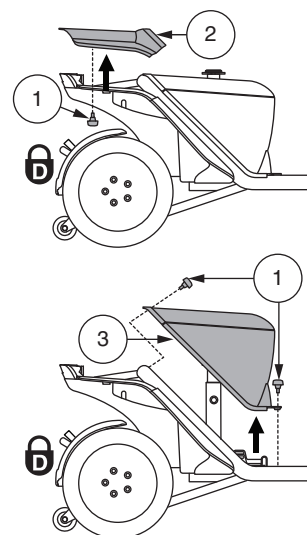

Figura 11. Remoción de la cubierta trasera/Instalación
1. Retire el asiento y la carrocería trasera. Ver la figura 11.
- a. Retire la cubierta trasera quitando los dos (2) tornillos de mariposa que la fijan al chasis del vehículo PMR, y luego levante la cubierta en forma recta hacia arriba retirándola del vehículo PMR. Ver la figura 11.
- b. Retire la cubierta de la batería quitando los cuatro (4) tornillos de mariposa que la fijan al chasis del vehículo PMR, y luego levante la cubierta en forma recta hacia arriba retirándola del vehículo PMR. Ver la figura 11.